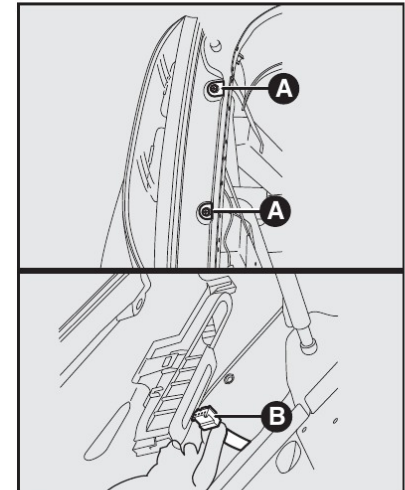

fig. 23
### GRUPOS ÓTICOS TRASEIROS - fig. 23 e fig. 24
- Retirar os parafusos de fixação **A-fig. 23**;
- Desconectar o conector elétrico **B-fig. 23** e remover o grupo ótico;